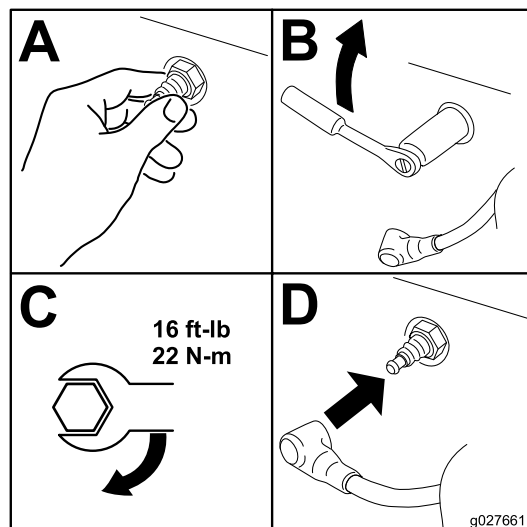

Figure 53
1. Posez la ou les bougies, comme montré à la Figure 53.